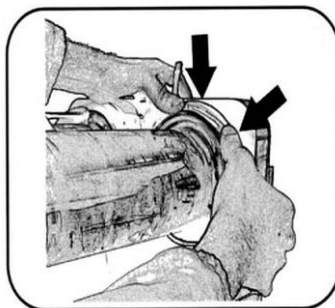

Рис. 33
4. Когда уплотнение резервуара находится в правильном положении, нажимать большими пальцами нижнюю часть, а затем постепенно верхнюю часть вниз (сделать круг пальцами), пока уплотнение не будет правильно установлено на своем месте (рис. 33, 34).